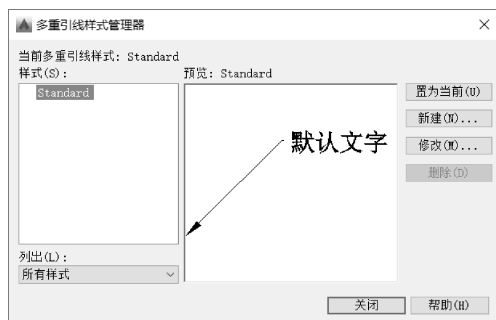

图 9-67 “多重引线样式管理器”对话框
1) 选择“注释”面板→“多重引线样式”下拉列表框→“管理多重引线样式”命令后，打开“多重引线样式管理器”对话框，如图 9-67 所示。